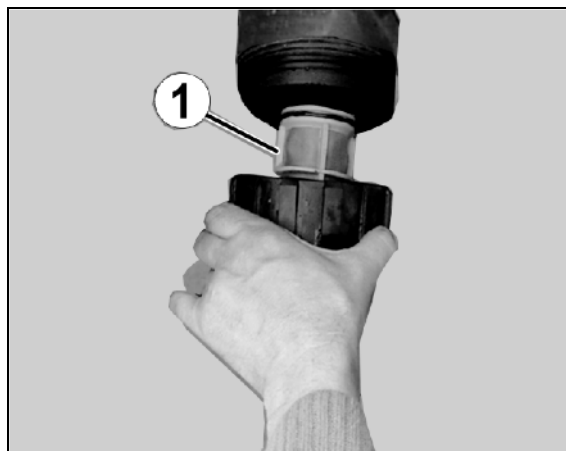

Fig. 143
- Rengør sugefilteret (Fig. 143) dagligt efter rengøringen af marksprøjten.
- Indfæst O-ringen nederst på sugefilteret (Fig. 143/4).
1. Løsn sugefilterets dæksel (Fig. 143/2).
2. Tag dæksel og sugefilter (Fig. 143/3) af og rengør disse med vand.
5. Løsn sugefilterets dæksel (Fig. 143/2).
6. Betjen aflastningsventilen på sugefilteret (Fig. 143/1).
7. Tag dæksel og sugefilter (Fig. 143/3) af og rengør disse med vand.